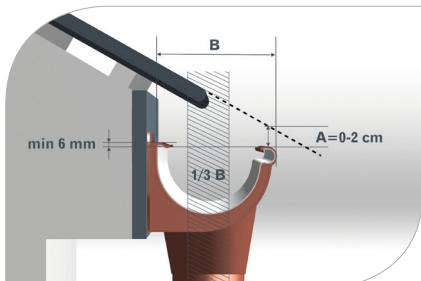

рис. 1
- 1.3 Желоб должен выступать за скат крыши, по крайней мере, на половину своего диаметра и одновременно не **может вступать за линию, являющуюся продолжением крышки (рис. 1)**